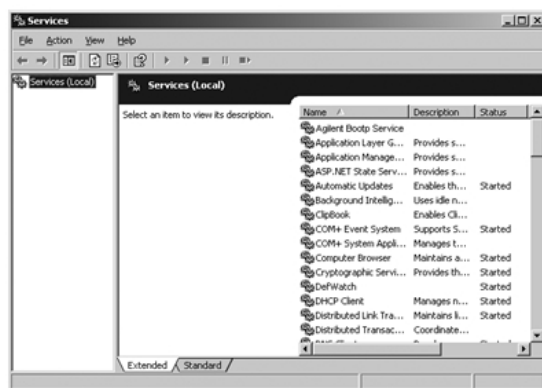

図 46 Windows の [サービス] 画面
- 1 Windows のコントロールパネルで、管理ツール > サービス の順に選択します。サービス 画面が表示されます（『276 ページ 図 46』を参照）。